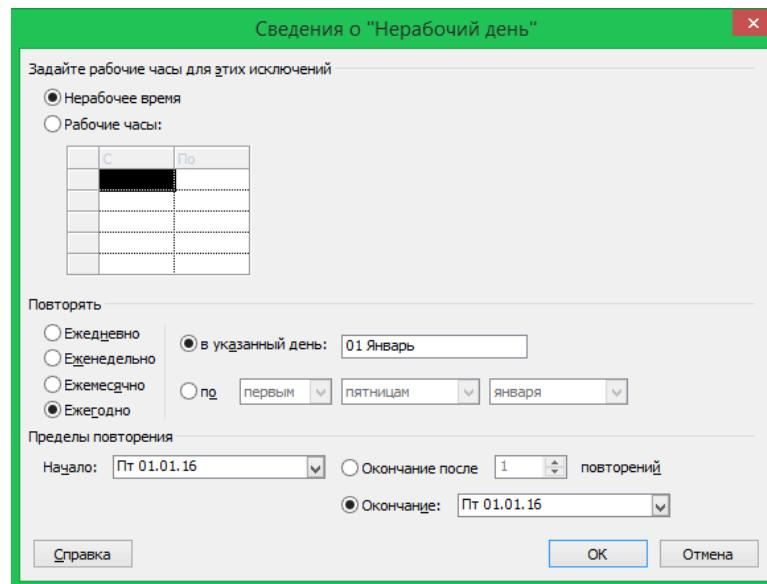

Рис. 1.6. Форма сведений о «Нерабочий день»
3. Сделайте день *1 января* нерабочим днем. Находясь в диалоговом окне *Изменение рабочего времени*, переместитесь на январь месяц с помощью линейки прокрутки. Находясь во вкладке *Исключения* введите название *Нерабочий день*. Двойным нажатием левой кнопкой мыши на поле Нерабочий день откройте окно *Сведений о Нерабочем дне* (рис. 1.6).